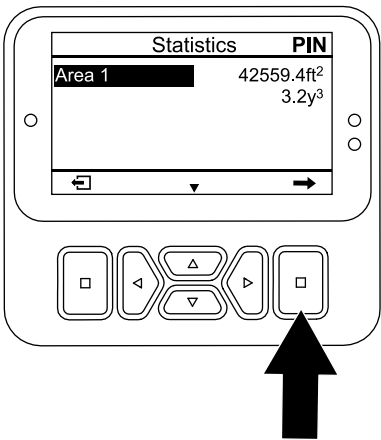

Figure 98
- 1. Dans l'écran STATISTICS (statistiques), appuyez sur le bouton vers le bas jusqu'à ce que l'option AREA 1 (zone 1) soit sélectionnée (Figure 98).